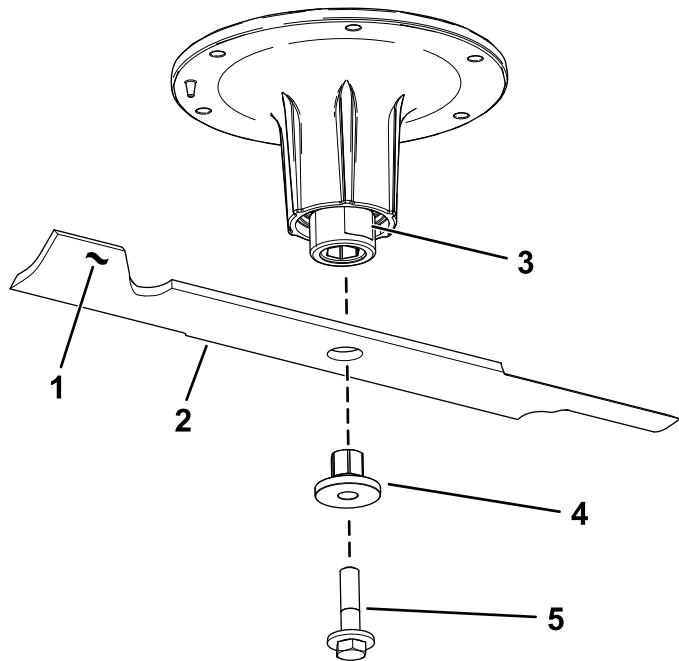

Figura 118
2. Retire el perno de la cuchilla, el buje y la cuchilla del eje (Figura 118).